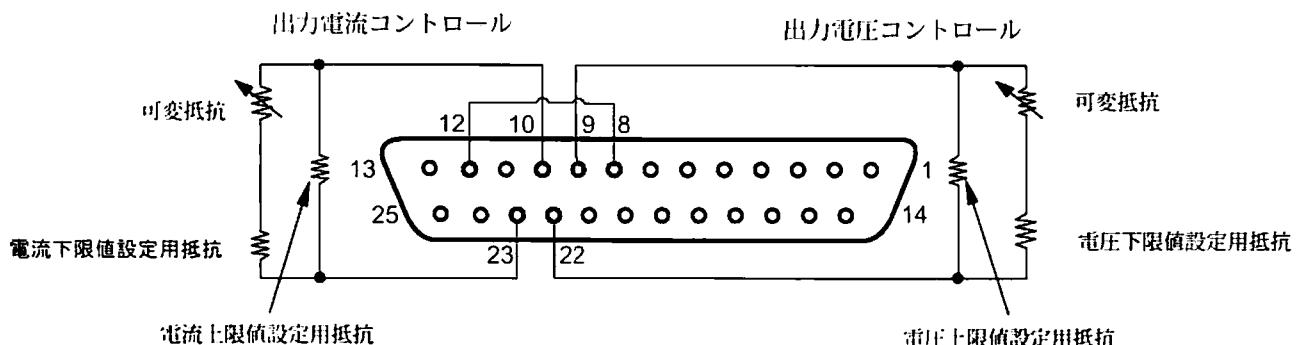

図 6-2：リモートコントロール抵抗
6. 図 6-2 に示すようにコントロール抵抗を J1 のプラグ側に接続して下さい。出力電圧・電流設定コントロールのグランドはそれぞれ J1-22(VPGM_RTN)、J1-23 (IPGM_RTN) です。